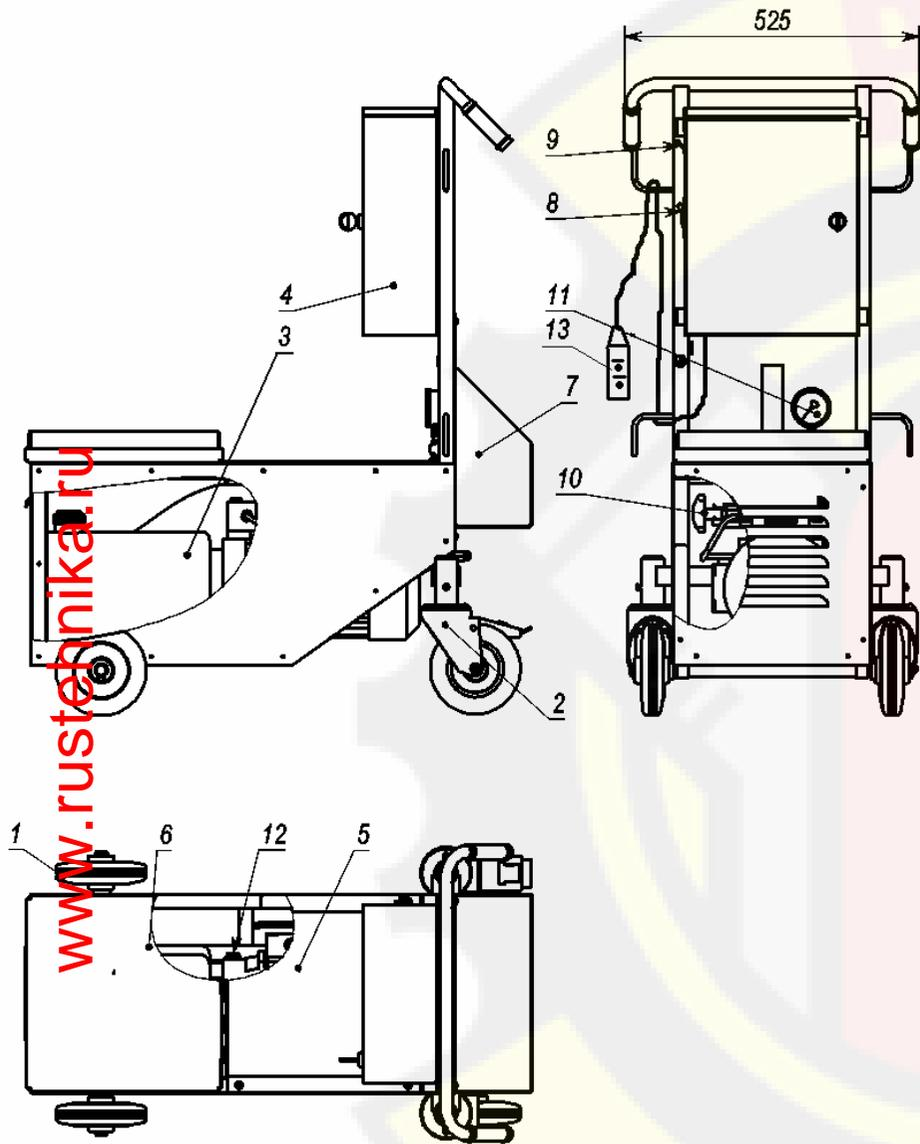

Рис. 1. Общий вид Гайковёрта
4.1 Составные части гайковерта смонтированы на тележке 1 (см. Рис.1), имеющей четыре колеса, два из которых (поз.2) поворотные. Одно из поворотных колёс снабжено стояночным тормозом, исключающим возможность самопроизвольного перемещения. На тележке установлены: